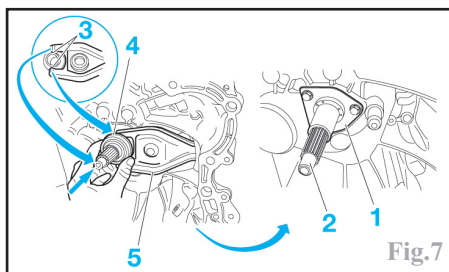

Fig.7
-à l'aide d'une bombe de graisse aérosol appropriée (par exemple **Molykote Spray Rapid**), graisser uniformément le guide de butée (1) et l'arbre primaire (2) (Fig.7).
Veiller à protéger l'intérieur du carter d'embrayage puis retirer le surplus de graisse sur les cannelures et l'extrémité de l'arbre primaire (2), afin de ne pas polluer l'embrayage (Fig.7).
-mettre en place la butée (4) sur son guide et l'engager dans la fourchette (5) (Fig.7).